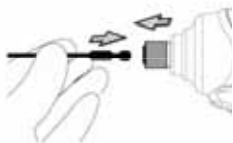

Fig. 1
1. Montér bitten ved at trække holderen i pilens retning, og sæt bitten så langt ind i holderen, som det kan komme. Slip derefter holderen for at fastgøre bitten. Som vist i (Fig. 1).